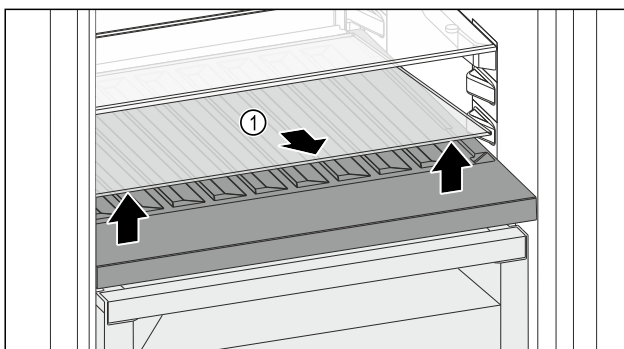

Fig. 155
- ▶ Glasplatte Fig. 155 (1) an der Aussparung vorne anheben und herausnehmen.
- ▶ Glasplatte Fig. 155 (1) außerhalb des Geräts sicher aufbewahren.